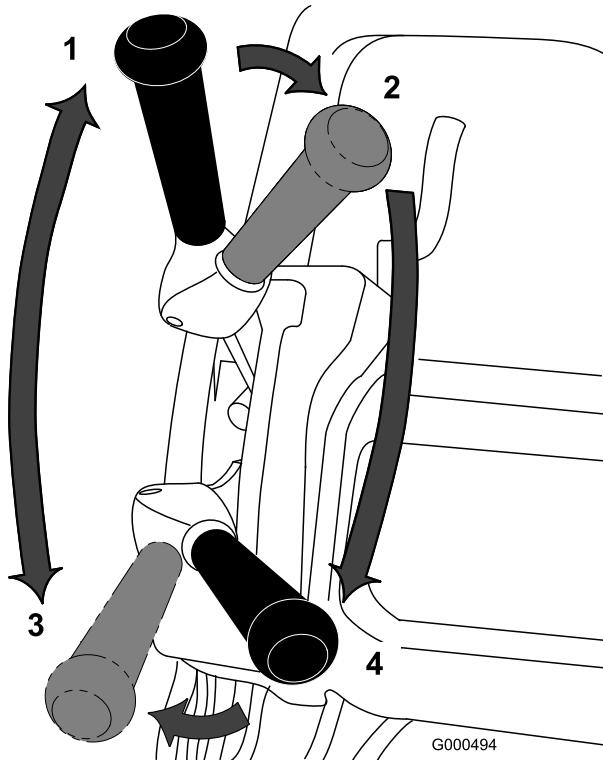

図 26
- エンジンを始動、スロットルを下げ、ハンドルを押し下げてカッティングユニットを上げ、オペレータコントロールを握り、走行レバーを「入」にセットして、グリーンのカーラー縁に入る図26。
- 走行レバーを解除し、リールレバーを回転側に倒す図26。
3. 走行レバーを走行に入れ、スロットルで希望の走行速度に調整しグリーン入ってリールを下ろし、刈り込み作業を始める図 26。